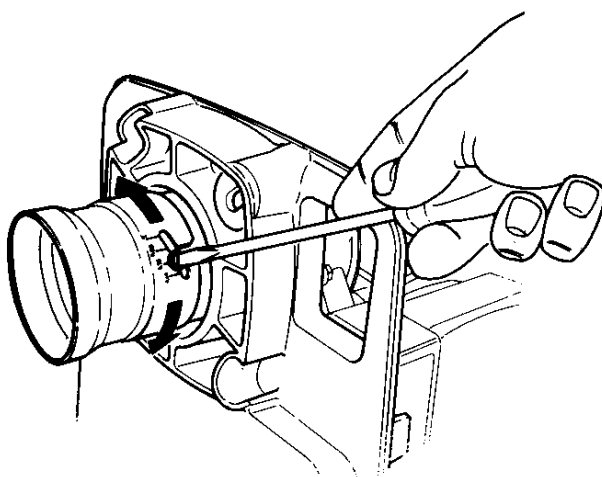

Fig. 8
- Positionner la tête de combustion en face du repère correspondant à l'injecteur utilisé (fig. 8).